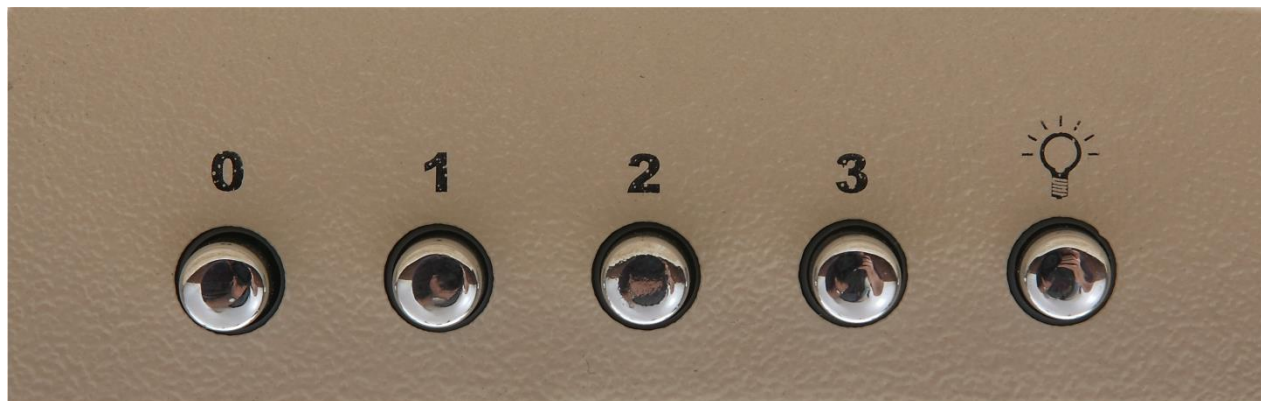

Рис.5
7.3 На нижней поверхности корпуса размещен кнопочный переключатель режимов работы и включения ламп освещения (**рис.5**).